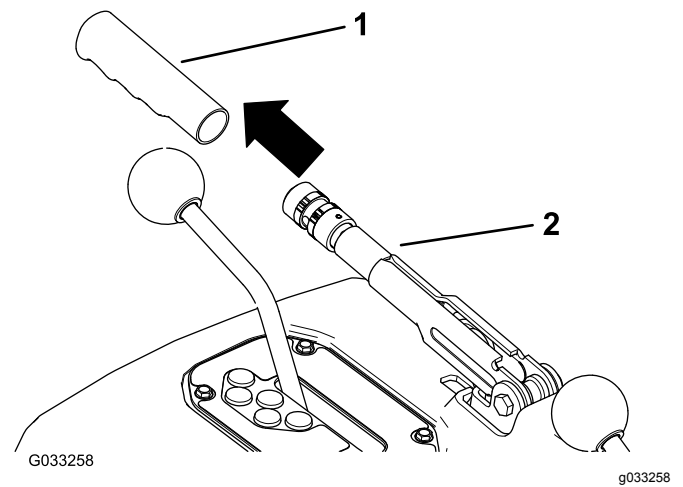

Bild 74
5. Befestigen Sie den Gummigriff am Feststellbremshebel (Bild 74).
1. Nehmen Sie den Gummigriff vom Feststellbremshebel ab (Bild 74).